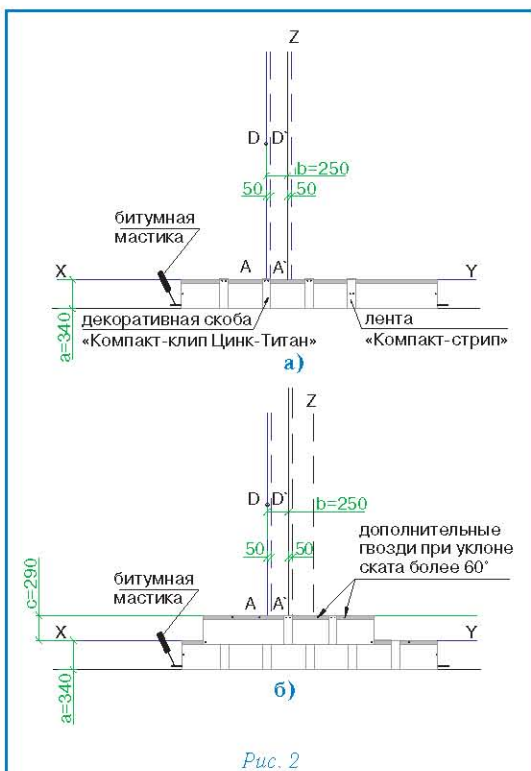

Рис. 2
Укладка материала (рис. 2)
- укладка черепицы начинается от линии AD, при этом ее верхний край выравнивается по линии XY (рис. 2а);
- листы первого ряда укладываются встык и фиксируются двумя гвоздями по центру коротких сторон на расстоянии 2 см от края (рис. 2а);
- правая сторона скобы «Компакт-клип Цинк-Титан» выравнивается по линии A'D' и фиксируется двумя гвоздями через специальные отверстия (рис. 2а);
- листы второго ряда черепицы укладываются от линии Z, их нижний край выравнивается по линии, параллельной XY; каждый лист фиксируется двумя гвоздями в 2,5 см от нижней стороны; стыки и середина каждого листа закрываются декоративными скобами «Компакт-клип Цинк-Титан», которые также фиксируются двумя гвоздями (рис. 2б);
Каждый лист ПРЕСТИЖ КОМПАКТ МИНИ ЦИНК-ТИТАН закрепляется шестью гвоздями, в соответствии с рекомендациями, приведенными выше (рис. 2б).
При укладке материала на скатах с уклоном более 60° каждый лист дополнительно фиксируется двумя гвоздями в верхней части (рис. 2б).